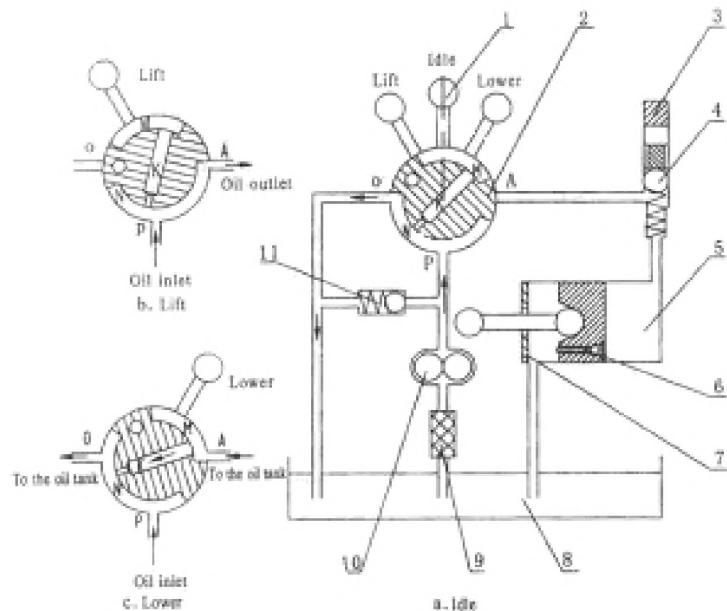

Рисунок 4-36. Подъемник (2).
Потяните рычаг управления (1) назад в положение подъема, поворотный клапан (2) поворачивается в положение подъема (рисунок 4-36 (b)), сердечник клапана перекрывает обратный канал О, масло из насоса поступает в канал цилиндра А через арку канала N и толкает поршень для подъема орудия. Переключите рычаг управления (1) вперед в положение опускания (рисунок 4-36 (c)), арочный канал N соединяет канал Р с обратным каналом О. Масло из насоса поступает напрямую в масляной бочок. Другой арочный канал М соединяет канал цилиндра А с обратным каналом О. Переключите рычаг в нейтральное положение, сердечник клапана закрывает обратный канал цилиндра А, арочный канал N соединяет канал Р с каналом О и масло напрямую поступает в масляной бочок. И орудие остается на определенной высоте (рисунок 4-36 (a)).